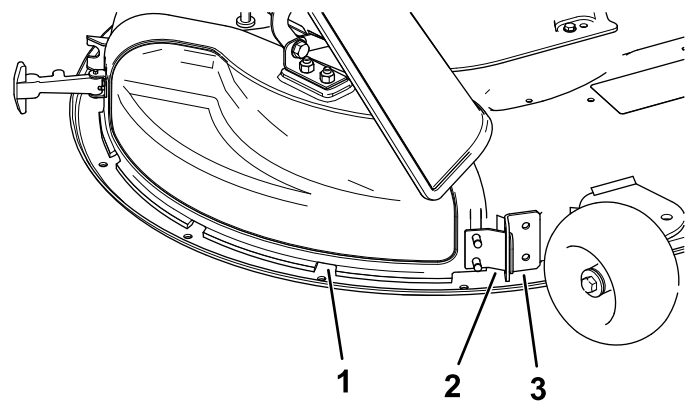

Figure 13
5. Inclinez la languette en métal sur le couvercle d'éjection pour la sortir de la fente du support qui est soudé au plateau de coupe (Figure 13).